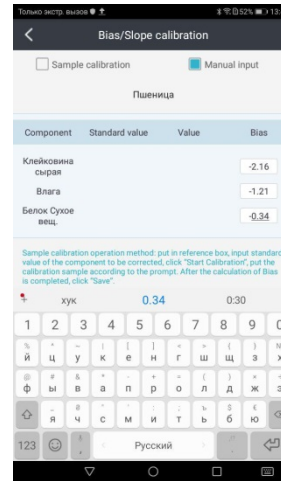

Рис. 10
4. Внесите поправку в поле возле составляющей, Рис. 10